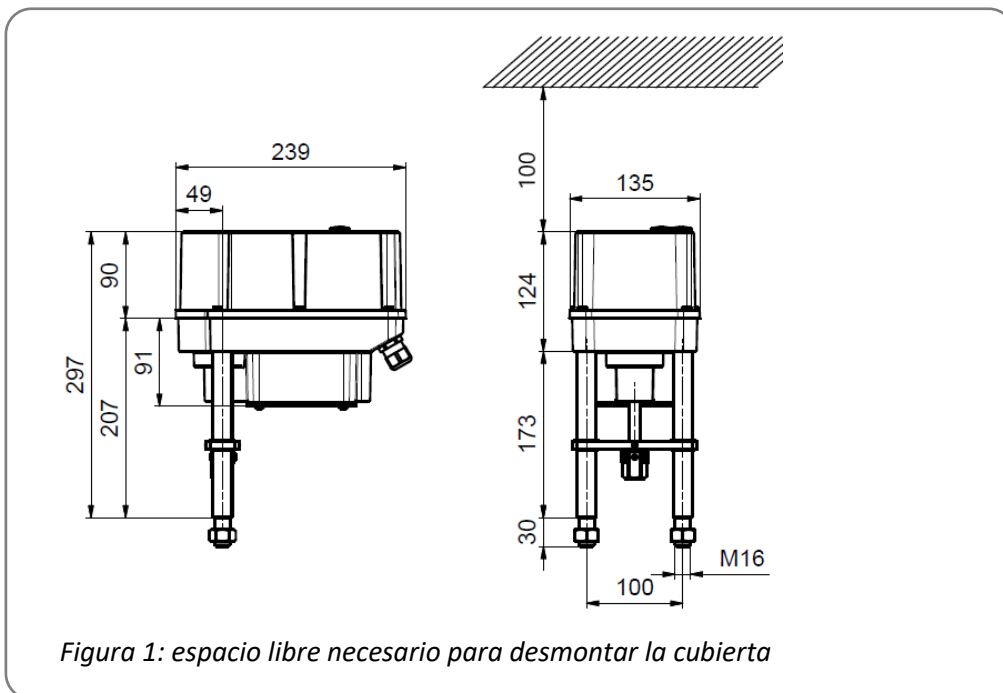

Figura 1: espacio libre necesario para desmontar la cubierta
- Los actuadores deben instalarse con espacio suficiente para retirar la cubierta (Figura 1).